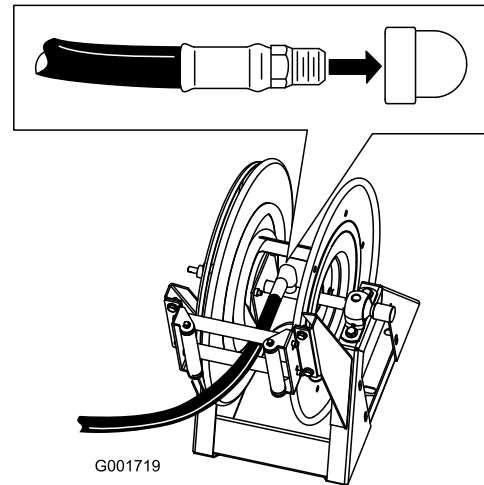

Bild 51
1. Tragen Sie PTFE-Dichtungsmittel auf das Gewinde am Schlauchanschlussstück am langen Schlauch auf und befestigen Sie das Anschlussstück am Verbindungsrohr an der Trommel (Bild 51).